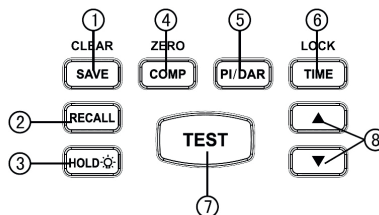

FIGUR 1
V. Utvendig oppbygning (se figur 1)